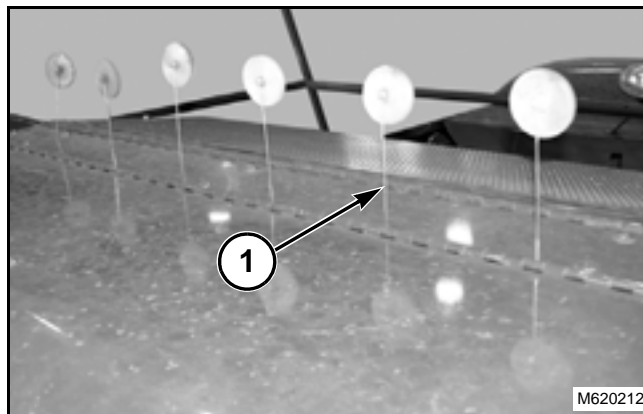

FIG. 18
FIG. 18: Los indicadores de vigilancia (1) permanecerán abajo mientras se forma el fardo y se levantan parcialmente entre el primer y segundo nudo. Los indicadores de vigilancia bajarán mientras se amarra el segundo nudo. Justo después que se amarre el segundo nudo y se saque de la podadora, el brazo de tensión se levantará para recoger la comba del cordel. Luego los indicadores de vigilancia se levantarán y permanecerán arriba hasta que se hayan formado suficientes cargas dentro del fardo para eliminar la comba del cordel superior y hacer que los indicadores de vigilancia bajen. Si el dispositivo de llenado completa un ciclo sin carga de cosecha (carrera muerta), los indicadores de vigilancia pueden caer de inmediato.